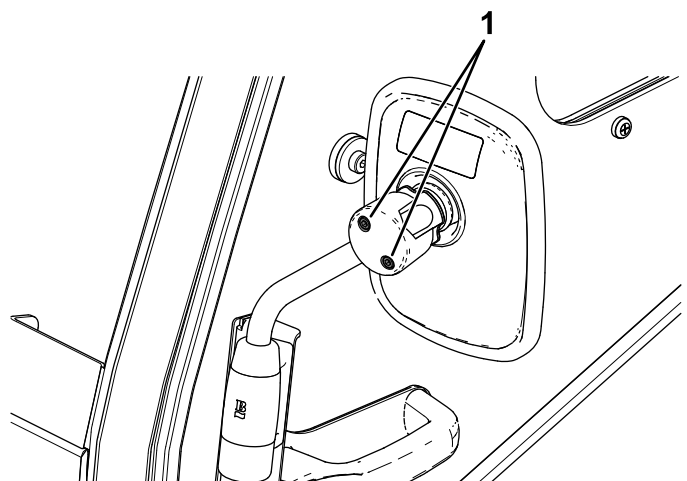

Рисунок 7
9. Затяните винты в задней части зеркала, чтобы прикрепить зеркало к его рычагу (Рисунок 7).